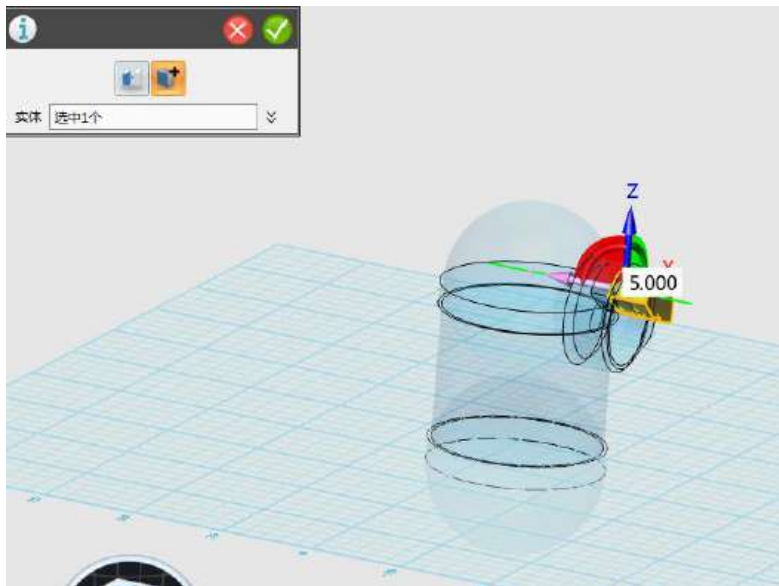

图 1-22
Step 22 选择移动命令，对拉伸后的扇形向主体靠近移动，如下图 1-22 所示：